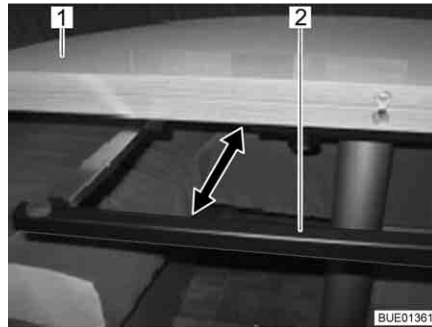

Fig. 97 Étrier de support
- Ouvrir jusqu'en butée l'étrier de support (Fig. 97,2) sous le plateau de table (Fig. 97,1).